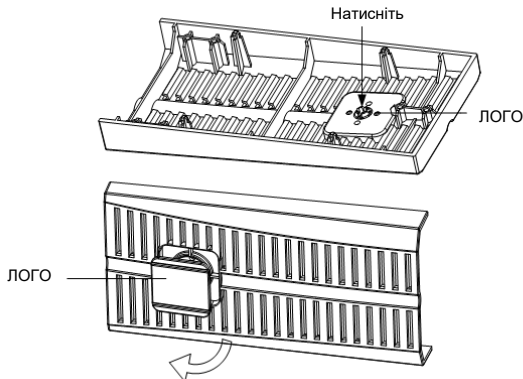

Рис.4-5 Поверніть на 90 градусів за годинниковою стрілкою і зафіксуйте на місці
3. Обережно потягніть за ЛОГОТИП на передній пластиковій кришці, поверніть її на 90 градусів за годинниковою стрілкою і зафіксуйте на місці. Після обертання передня пластикова кришка має вигляд, як показано на рис.4-5.